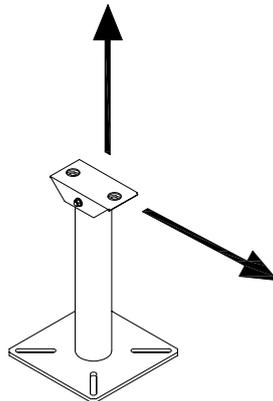

Abbildung 9.1
- Nach der Installation sollte ein Zugtest erfolgen (die Vorrichtungen **ECONOMY LINE** können in alle Richtungen gezogen werden) (siehe **Abbildung 9.1**).